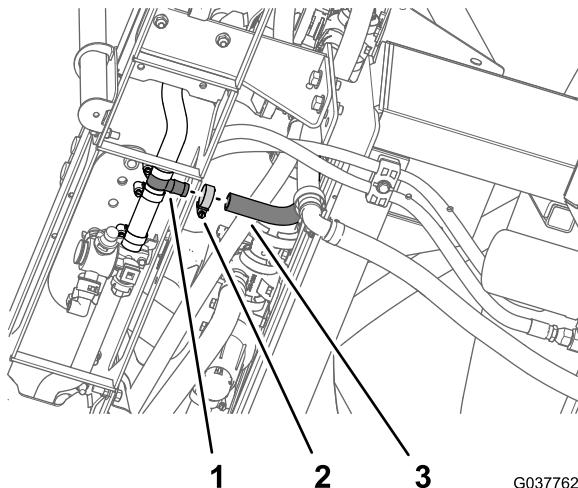

图85
1. 将中央喷洒臂供水软管安装到中央喷洒臂段的 T 形接头上 图85。